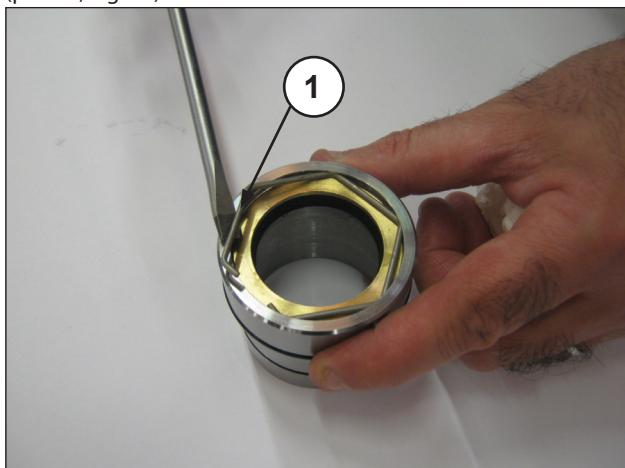
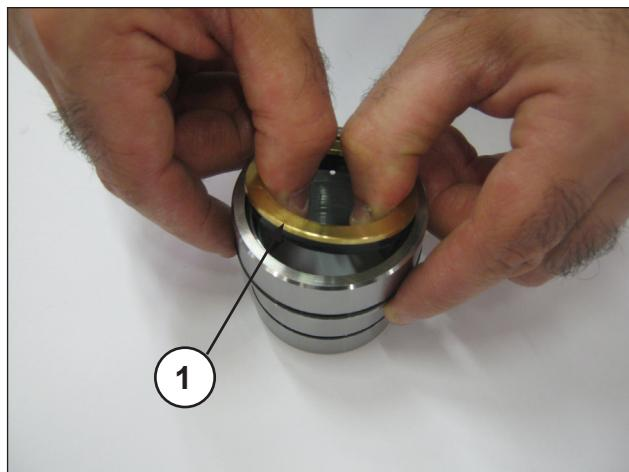

Fig. 27
Fig. 28
Per togliere la guarnizione di bassa pressione è necessario togliere l'anello di fermo (pos. ①, Fig. 27) e l'anello per tenuta (pos. ①, Fig. 28).